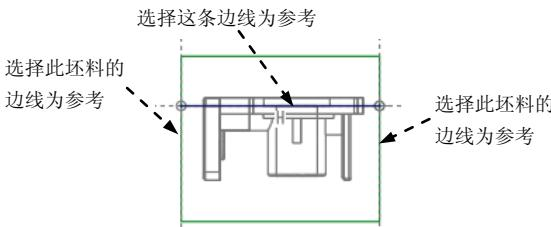
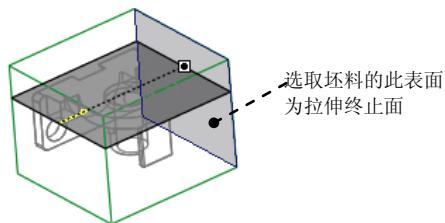

图 14.27 截面草图
图 14.28 选取拉伸终止面
(4) 绘制截面草图。
① 选取图 14.27 所示的边线为参考。
② 绘制图 14.27 所示的截面草图（截面草图为一条线段）；完成截面的绘制后，单击“草绘”操控板中的“确定”按钮 。
(5) 设置深度选项。
- ① 在操控板中选取深度类型  (到选定的)。
- ② 将模型调整到图 14.28 所示的视图方位, 选取图中所示的坯料表面为拉伸终止面。
- ③ 在操控板中单击  按钮。完成特征的创建。